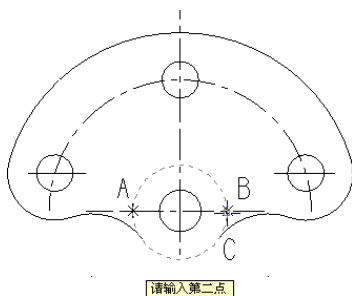

图 3-86 选取第二点
- 04 根据系统提示, 捕捉已存在点 B, 并单击鼠标左键, 如图 3-86 所示。